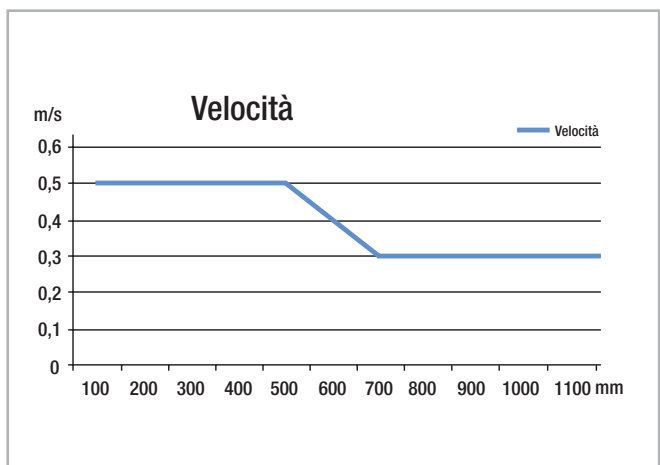

Fig. 22
La velocità di estrazione è determinata dalla dimensione dell'elemento intermedio. Pertanto la velocità di estrazione massima è inversamente proporzionale all'estrazione complessiva delle guide (vedi fig. 22). La velocità massima di estrazione dipende inoltre dal carico e dal tempo di funzionamento. I dati indicati si riferiscono ad un funzionamento continuato con carico massimo ammesso.
- Le estrazioni parziali e complete Light Rail sono indicate per l'uso su sistemi automatici. In questo caso, la corsa deve rimanere sempre costante in tutti i cicli e si deve verificare la velocità di estrazione (vedi pg. LR-22, fig.22). Il movimento delle estrazioni è reso possibile dalle gabbie a sfere interne che potrebbero subire uno spostamento dalla posizione originaria con corse differenti. Lo spostamento di fase potrebbe pregiudicare le proprietà di scorrimento o limitare la corsa. In caso di diverse corse all'interno di un'applicazione, la forza di trazione deve presentare un dimensionamento sufficiente per una corretta sincronizzazione dello spostamento della gabbia a sfere. In alternativa è possibile eseguire un ciclo a corsa intera a intervalli di cicli regolari per rifasare la gabbia a sfere nella posizione corretta.